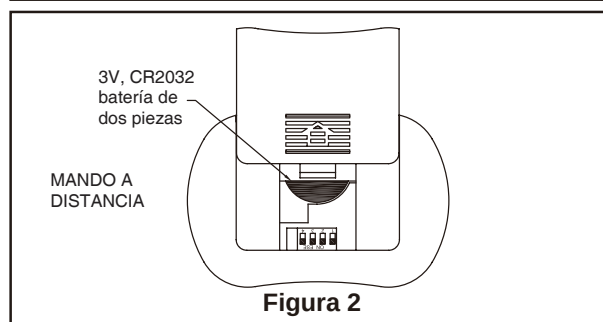

Figura 2
- ☐ 2. Para que funcione el ventilador, instale dos pilas de 3 voltios en el transmisor del mando a distancia. (si no se va a utilizar por largos períodos de tiempo, retire la batería para evitar daños al control remoto de mano.) Guarde el transmisor lejos del exceso de calor o humedad. (Figura 2)
2. Instale el soporte de control con los dos tornillos #6-32x 3/4". Empuje los cuatro tapones de plástico para cubrir los orificios de los tornillos. (Incluidos con el mando). (Figura 2)
2. Instale el soporte de control con los dos tornillos #6-32x 1". Empuje los cuatro tapones de plástico para cubrir los orificios de los tornillos. (Incluidos con el mando). (Figura 2)